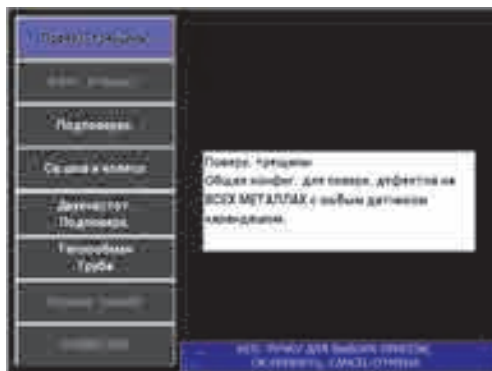

Рис. 5-40 Выявление поверхностных трещин
2. Нажмите клавишу меню ADV SETUP (⚙️), затем выберите **ВЫБОР ПРИЛОЖ.** (клавиша A), чтобы открыть меню выбора приложений. С помощью ручки регулятора выберите **Поверх. трещины** и нажмите ✓ для подтверждения (см. Рис. 5-40 на стр. 156).